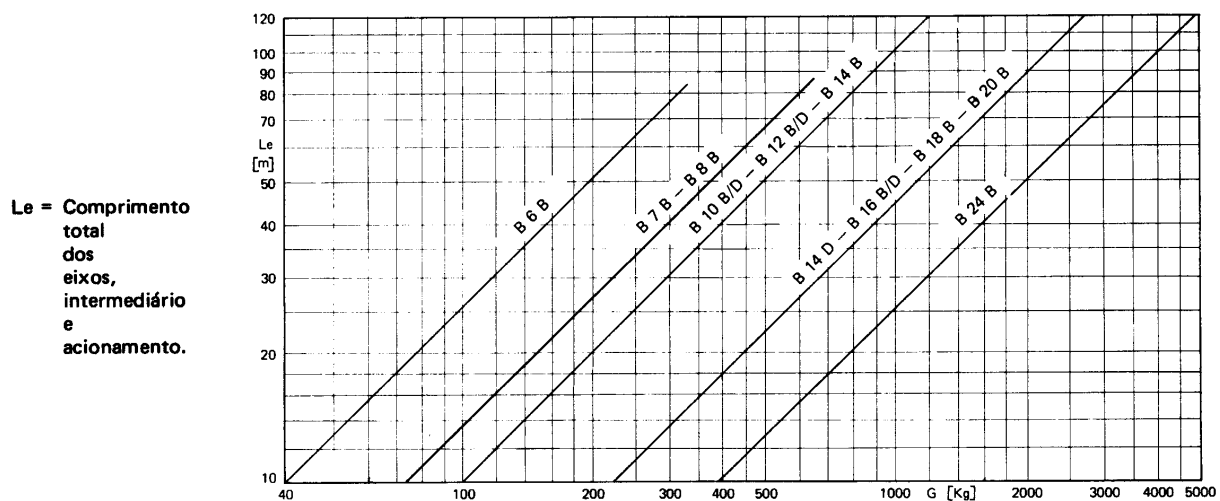

Fig. 7 – Peso dos eixos intermediários e de acionamento, incluindo luva protetora e acoplamentos intermediários.
- peso dos eixos intermediários e de acionamento, vide Fig. 7.